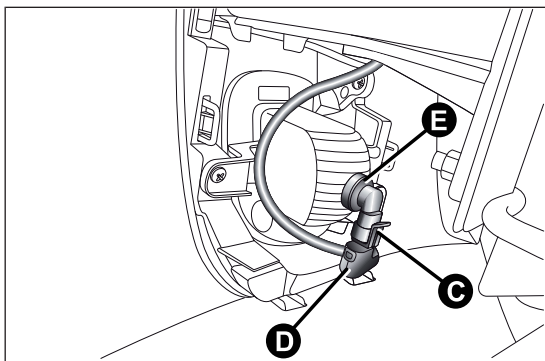

fig. 124
- agire sulla molletta C e scollegare il connettore elettrico D fig. 124;